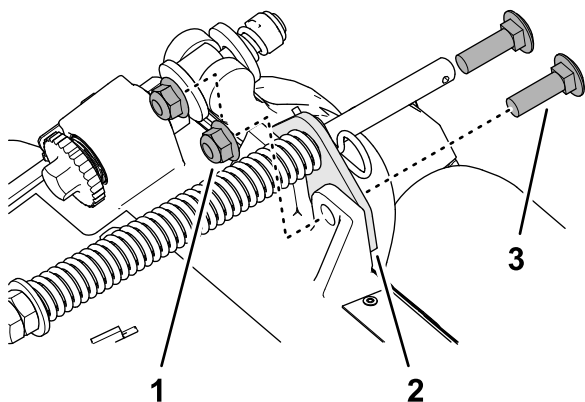

Figura 13
2. Îndepărtați cele 2 contrapiulie cu guler ($\frac{3}{8}$ ") i cele 2 uruburi de fixare ($\frac{3}{8}$ " x $1\frac{1}{4}$ ") care fixează suportul de compensare pentru gazon pe cadrul unității de tăiere (Figura 13).